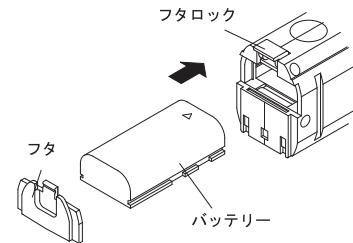

図2. バッテリー差込方法
③使用方法
- 図2のようにフタロックを外してフタをとり、満充電されたバッテリーをライト本体に差込み、再びフタをしてください。